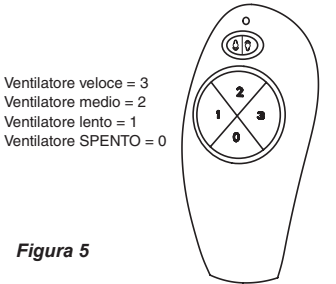

Figura 5
Premere "3" sul telecomando (fare riferimento alla figura 5). Il ventilatore deve accendersi e raggiungere la velocità massima. Se il ventilatore non si accende o gira troppo piano scollegare l'alimentazione dell'interruttore a muro. Tirare la catenella del ventilatore per cambiare velocità. Ricollegare l'alimentazione e provare con HIGH (ALTO).
ON (ACCESO) e OFF (SPENTO) Premere e rilasciare velocemente il pulsante delle luci sul telecomando portatile per spegnere (OFF) e accendere (ON) le luci. Vedere la figura 5 per le posizioni dei pulsanti sul telecomando.